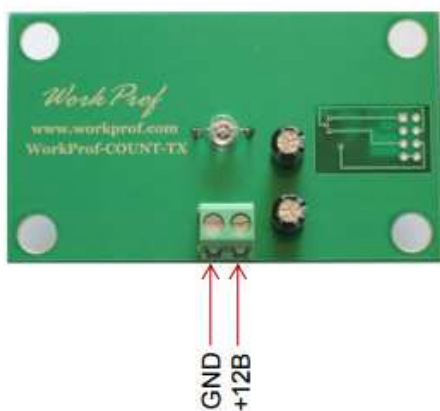
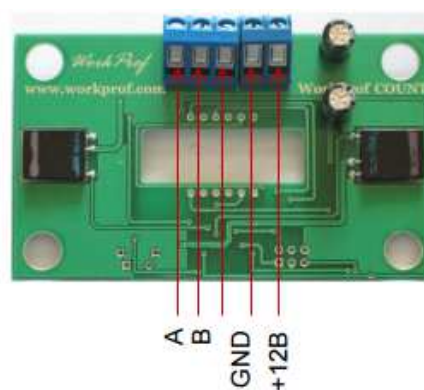

Рис. 2
Рис. 3
- Подключите информационные кабели и питание к ИК - передатчику (Рис. 2) и ИК - приемнику (Рис. 3) через монтажную коробку.
- ИК-приемник (рис.2) 1 шт,